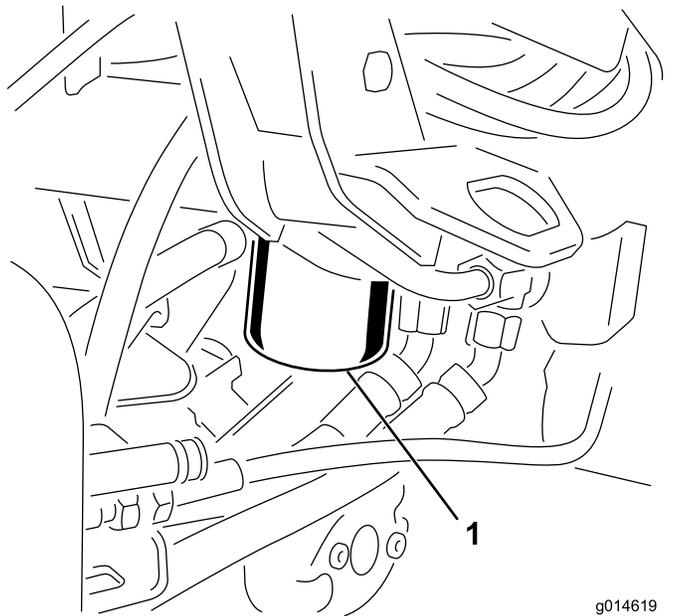

图58
1. 清洁过滤器安装区周围的区域 图58。在过滤器下面放置一个放油盘并拆下过滤器。